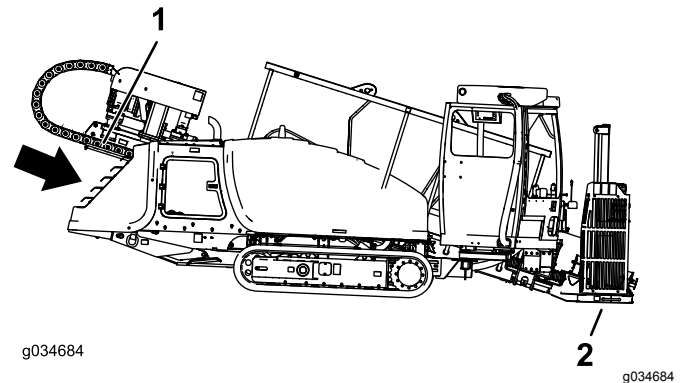

Figure 45
4. Abaissez le cadre de poussée en inclinant le cadre de la foreuse jusqu'à ce que la plaque touche le sol (Figure 45).